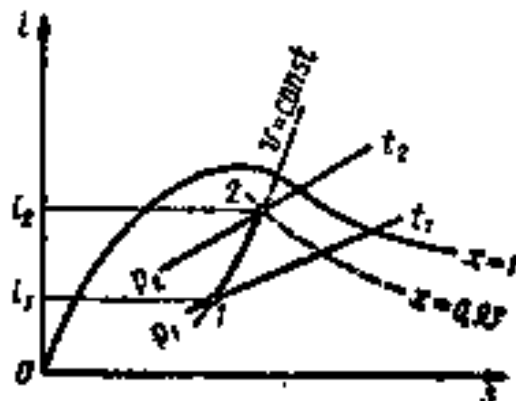

Рис. 5.2
*Решение:* Удельный объем пара  $v = V/M = 2/10 = 0,2 \text{ м}^3/\text{кг}$ . На  $h$ - $s$  диаграмме водяного пара (рис. 5.2) начальная точка 1 лежит на пересечении изохоры  $0,2 \text{ м}^3/\text{кг}$  и изобары, соответствующей  $0,7 \text{ МПа}$ , энтальпия этого состояния  $h_1=2204 \text{ кДж/кг}$ . Конечная точка 2 - на пересечении заданной изохоры и изобары  $0,9 \text{ МПа}$ , энтальпия в этом случае  $h_2=2630 \text{ кДж/кг}$ ,  $x=0,93$ . Температуру находим, продолжая изобару  $0,9 \text{ МПа}$  до пересечения с верхней пограничной кривой,  $t=166^\circ\text{C}$ .